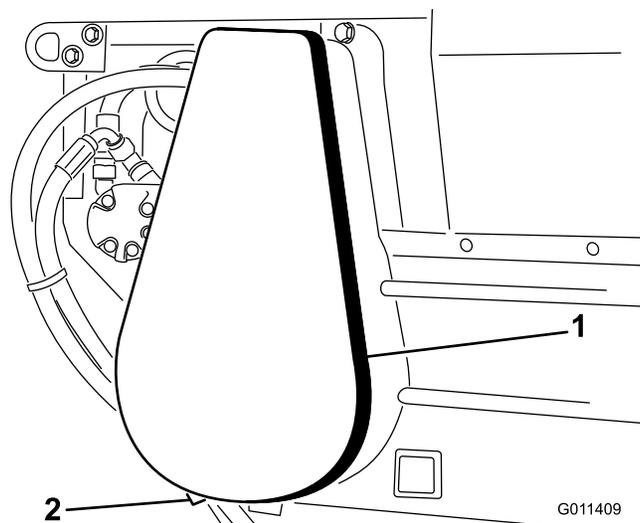

Bild 29
1. Entfernen Sie die Kettenabdeckung und das Distanzstück (Bild 29).